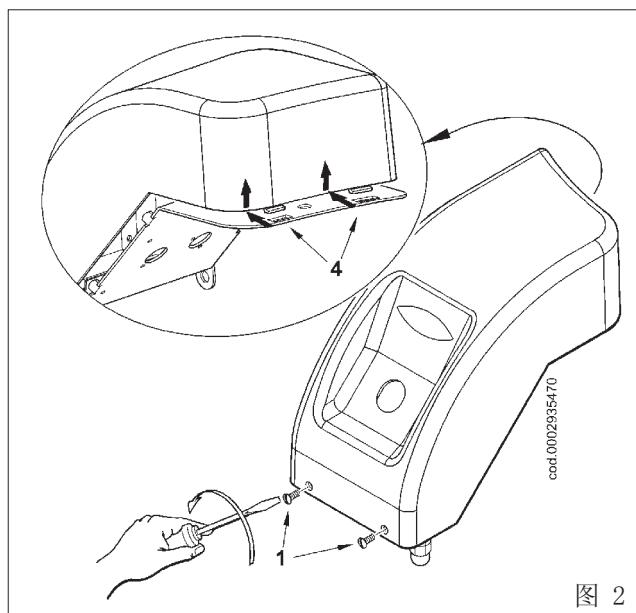

图 2
- 3) 现在按图2所示移开4个螺栓(7)，从相应的双栓螺柱上拆下火焰管(8)，反过来重新连接倒角和进气管路的连接。
- 2) 为了访问箱内组件，需要松开两个螺丝（1），轻轻向后移除盖子以便使其从框架上脱钩（图2）然后取下盖子。